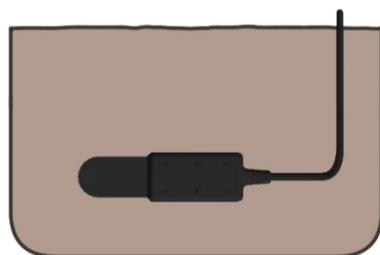

図 4-4 バルク EC 値
A. バルク EC 値は土壌の中に埋設して測定した EC 値のことです。（図 4-4）